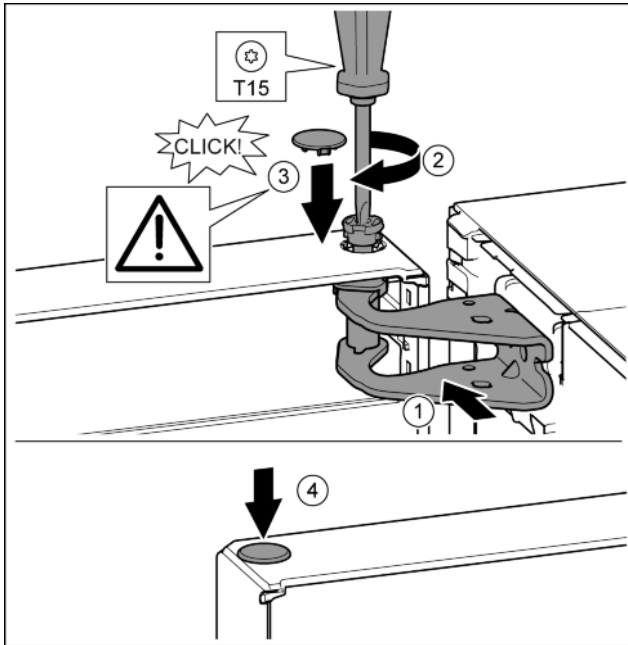

Fig. 24
- ▶ Dvere hore vyrovnajte s otvorom v ložiskovej konzole. Fig. 24 (1)
- ▶ Vložte čap a pevne ho priskrutkujte skrutkovačom T15. Fig. 24 (2)
- ▶ Namontujte poistný kryt pre poistku dverí: Nasadte poistný kryt a skontrolujte, či prilieha ku dverám. Inak čap vložte úplne. Fig. 24 (3)
- ▶ Nasadte zátku. Fig. 24 (4)